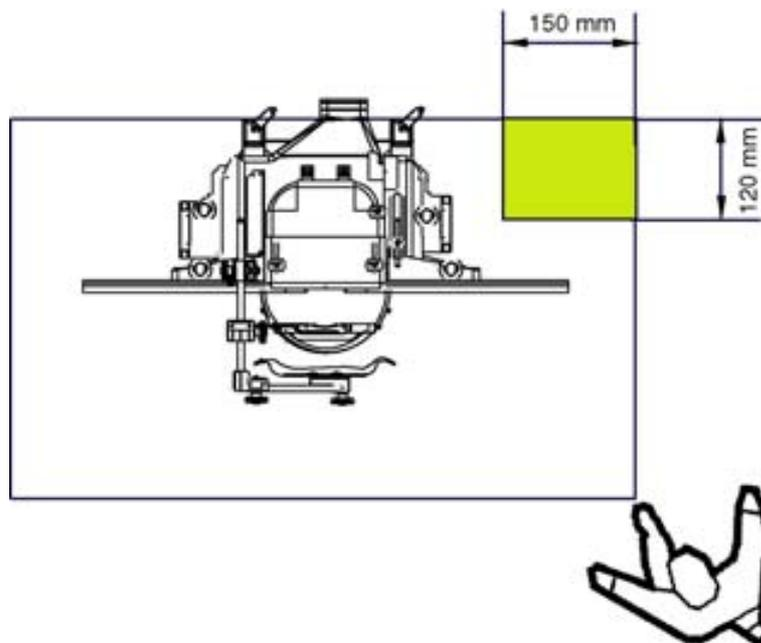

Fig. 14.4
- ou sur un support commercial (non fourni par SCM) en l'installant sur la table de la toupie, dans la zone indiquée en figure 14.4, selon les instructions du manuel d'instructions de l'Entraîneur.